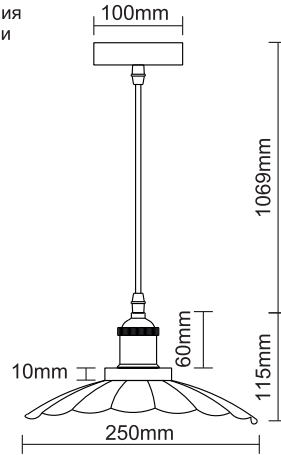

Рис.1. PL-427SS
- Размер изделия: см. смотри Рис.1, 2